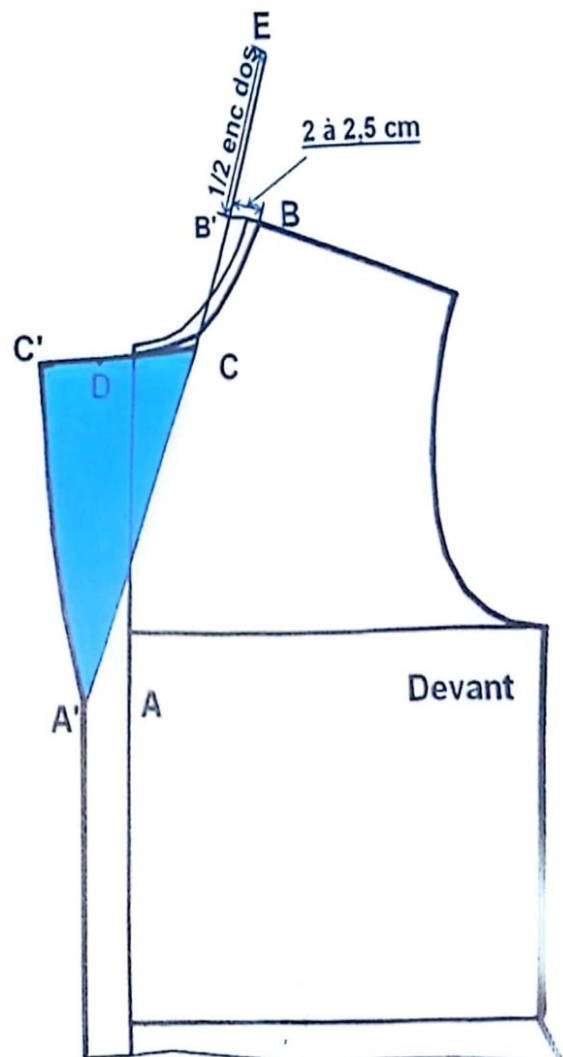

FIG. 1
### REVERS (fig.1)
- Pour notre exemple (fig.1), portez le point **A** à 2 cm au-dessous de la ligne de poitrine, position du premier bouton, et portez le point **B** à l'encolure devant.